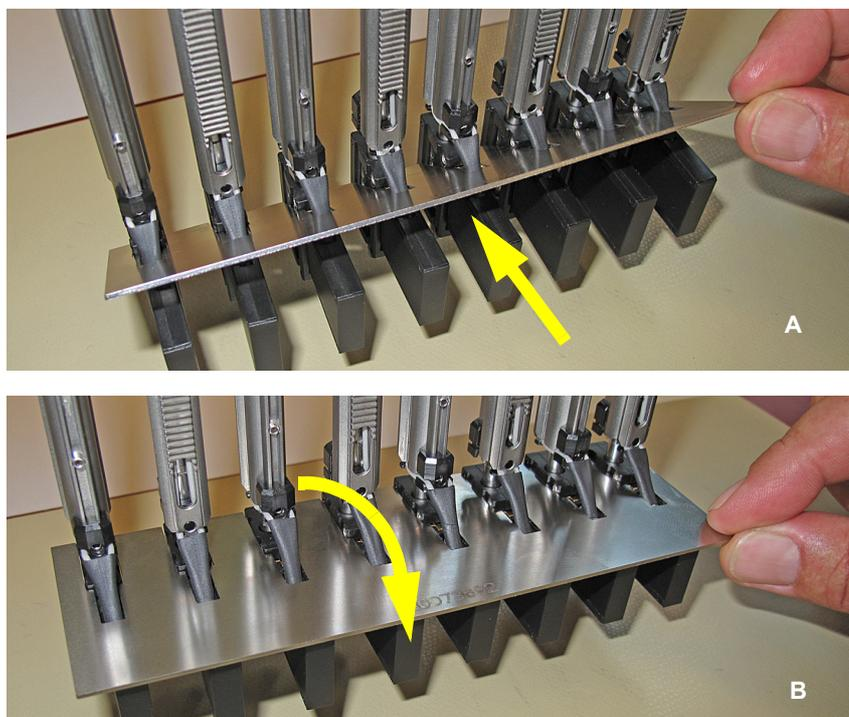

Fig. 7-12 Jauge d'ajustement pour adaptateurs d'embouts Air LiHa
- 5 Écartez les tiges Z et fixez les adaptateurs d'embouts Air LiHa à leur place en insérant la jauge d'ajustement pour adaptateurs d'embouts comme indiqué sur la Fig. 7-9, 7-38 (séquence d'insertion comme indiqué sur la Fig. 7-12, 7-40)
Il doit être possible d'insérer la jauge d'ajustement sur les adaptateurs d'embouts Air LiHa comme sur la Fig. 7-12, 7-40.